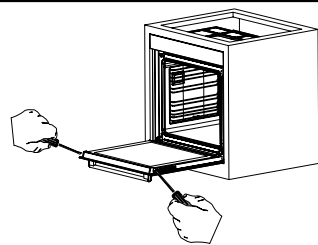
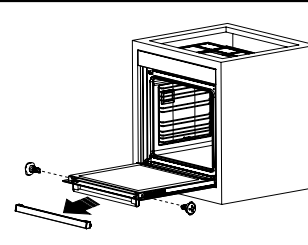
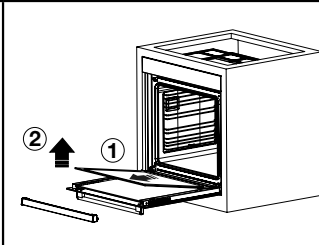

Abbildung 140
Abbildung 141
Abbildung 142
**2.** Entfernen Sie die Schrauben an der linken und rechten Seite, wie in Abbildung 140 gezeigt. Entfernen Sie das Profil, indem Sie es in Ihre Richtung ziehen, wie in Abbildung 141 gezeigt. Das Glas ist frei, nachdem das Profil wie in Abbildung 142 gezeigt, entfernt wurde. Ziehen Sie das frei gewordene Glas vorsichtig zu sich heran. Falls erforderlich, kann das mittlere Glas auf dieselbe Weise entfernt werden. Das äußere Glas ist am Ofentürprofil befestigt. Sie können das Glas leicht reinigen, nachdem es getrennt wurde. Sobald die Reinigung und Wartung abgeschlossen ist, können Sie die Gläser und das Profil austauschen, indem Sie den Entfernungsvorgang in umgekehrter Reihenfolge durchführen. Stellen Sie sicher, dass das Glas in der richtigen Richtung eingesetzt ist und das Profil richtig sitzt.